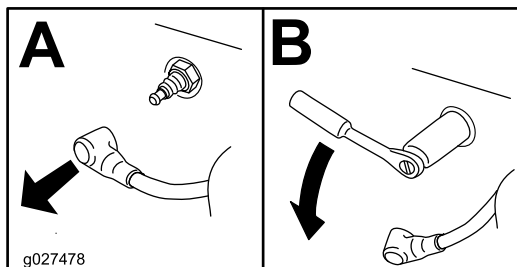

Figura 50
4. Localice y retire la(s) bujía(s), como se muestra en la Figura 50.